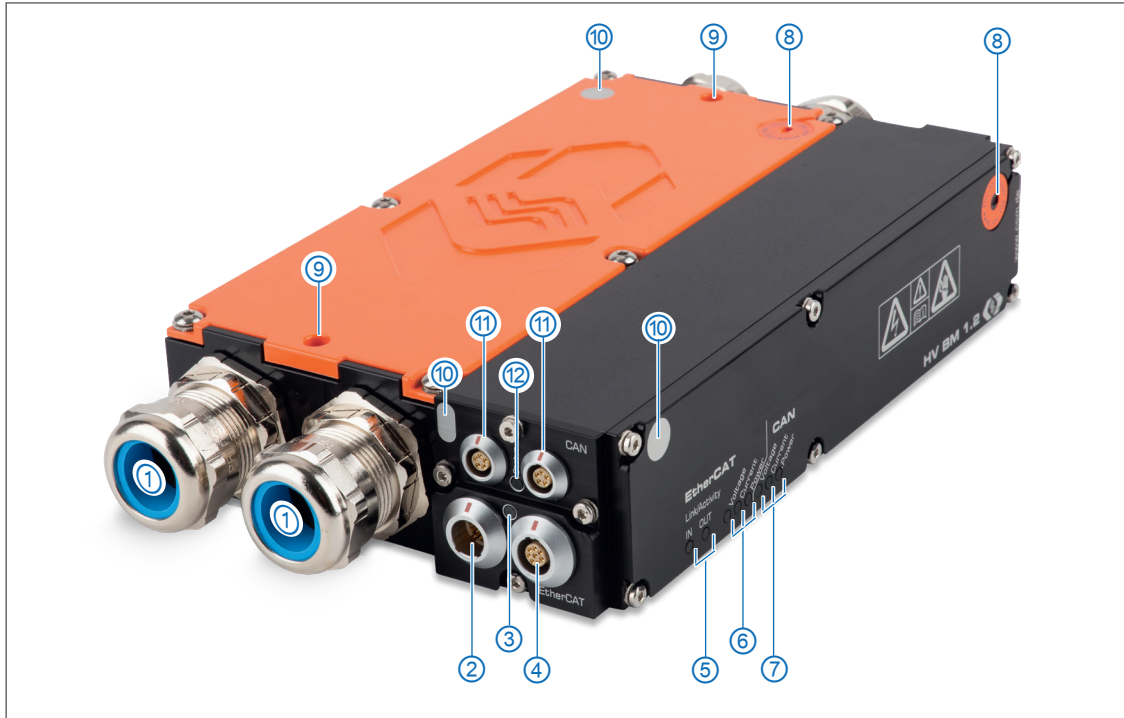

Abb. 3-1: HV BM 1.2, Anschlüsse und LEDs
10. Kontaktflächen zur Messung des Widerstands von Schutz Erde (PA) zu Gehäusedeckel4
3 Die in Abb. 3-1 abgebildeten Anschlüsse sind bei den Versionen HV BM 1.2, HV BM 1.2+S, HV BM 1.2+U identisch. Das Modul HV BM 1.1 unterscheidet sich darin, dass es lediglich über eine Kabelverschraubung ① je Seite verfügt und nicht mit Bohrungen für Gewindestangen ⑨ ausgestattet ist.
Die zweifarbige Status-LED (Abb. 3-1, ③) leuchtet nach dem Einschalten des Moduls einige wenige Sekunden rot und erlischt dann.6
Die LED (Abb. 3-1, ⑫) zwischen den beiden CAN-Buchsen zeigt den Betriebszustand des Messmoduls an.
Die Indikator-LEDs zu den Buchsen **IN** und **OUT** (Abb. 3-1, ⑤) leuchten oder blinken, wenn das Messmodul mit einem XCP-Gateway verbunden ist bzw. wenn Daten übertragen werden.
Die Messkanal-LEDs (Abb. 3-1, ⑥ und ⑦) zeigen den Status des jeweiligen Messkanals an. Es gibt jeweils getrennte LEDs für den Zugriff über CAN oder EtherCAT®-Bus. Die Messkanäle sind (von links nach rechts):